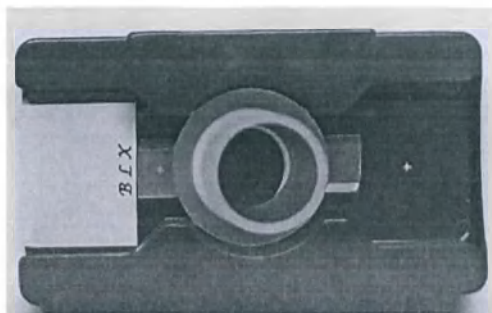

Рисунок 7 – Осадочная камера помещена в держатель для предметных стекол
4) Поместите осадочную камеру в держатель для предметных стекол таким образом, чтобы крепления для фиксации были параллельны ее длинной стороне (Рисунок 7).